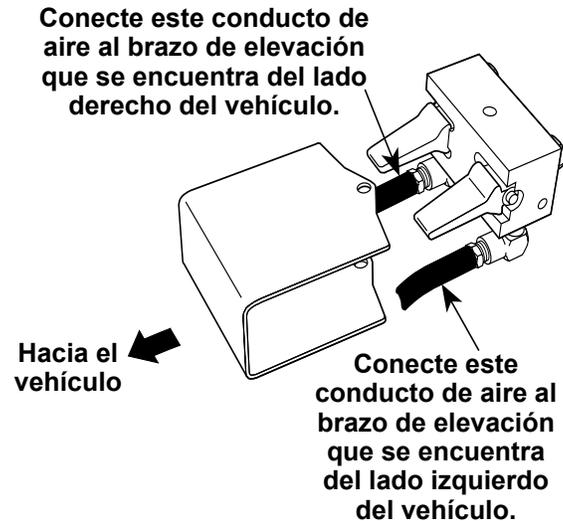

Figura 5
7. Colóquese hacia la parte delantera o trasera del vehículo de manera que pueda ver ambos brazos de elevación. Orientado hacia el vehículo, sostenga la unidad de control de aire con las palancas hacia el vehículo y los acoples rápidos debajo de la unidad. Consulte la Figura 5.
5. Conecte la manguera de aire del brazo de elevación a su derecha al lado derecho de la unidad de control de aire. Conecte la manguera de aire del brazo de elevación a su izquierda al lado izquierdo de la unidad de control de aire. Consulte la Figura 5.